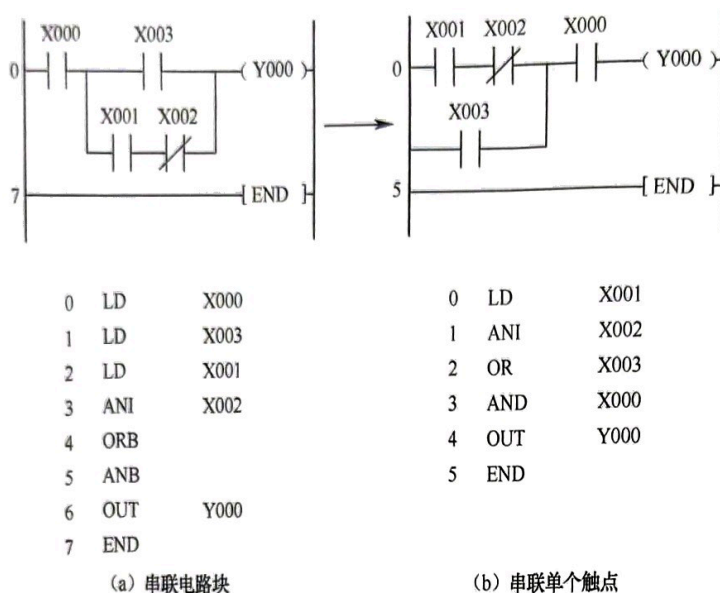

图 3-37 梯形图“左重右轻”“上重下轻”原则变换
(4) 梯形图应体现“左重右轻”“上重下轻”的原则。几个串联支路相并联，应将触点较多的支路放在梯形图的上方；几个并联支路相串联，应将并联较多的支路放在梯形图的左边。按这样的规则编制的梯形图可减少用户程序步数，缩短程序扫描时间，如图 3-37 (b) 就比图 3-37 (a) 所用的步数少。